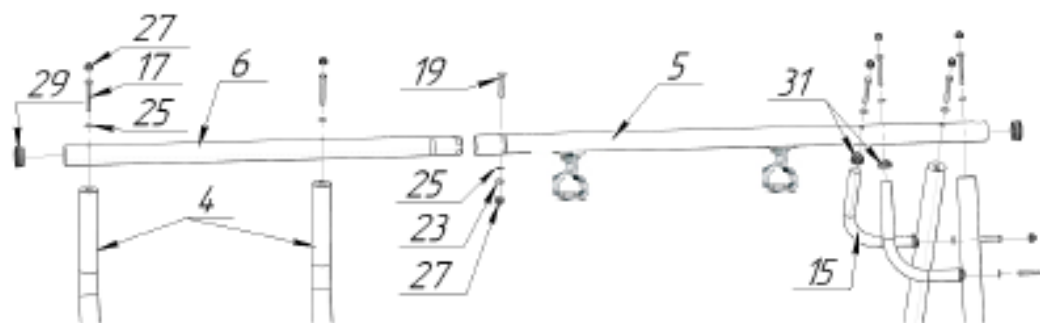

Рис.7
**6.6. Сборка верхних горизонтальных труб представлена на рис. 7.**